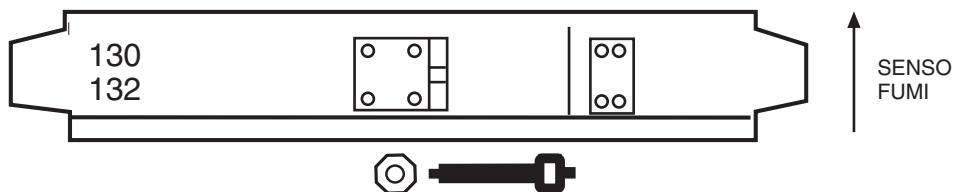

FIG. 2 Esempio fascetta monoparete Ø 130
- dopo aver innestato due elementi, montare e serrare meccanicamente la fascetta di sicurezza sulla parete esterna, assicurandosi che la vite sia ben serrata (8 N.m). Su ogni fascetta sono riportati 2 numeri indicanti il diametro esterno del profilo; la fascetta è montata correttamente quando il valore maggiore tra i due è posizionato verso il basso (v. ds fig. 2)